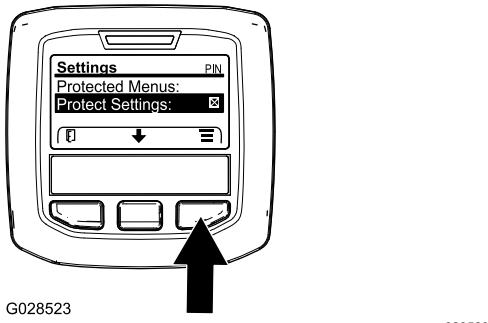

Figure 8
1. Dans le MENU PRINCIPAL, appuyez sur le bouton central pour naviguer jusqu'au menu RÉGLAGES, puis appuyez sur le bouton droit (Figure 8).